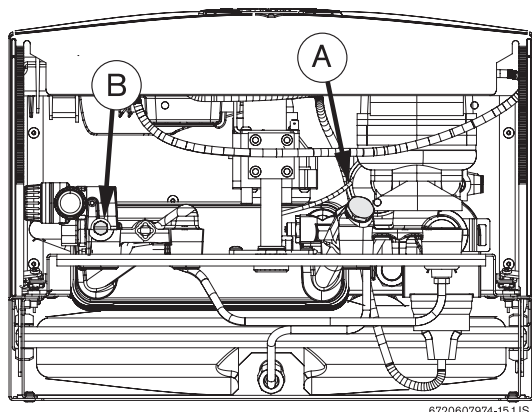

Fig. 35
- ▶ Se scoate capacul (Fig. 35, Poz. A).
- ▶ Se scot șuruburile de golire (Fig. 35, Poz. B).